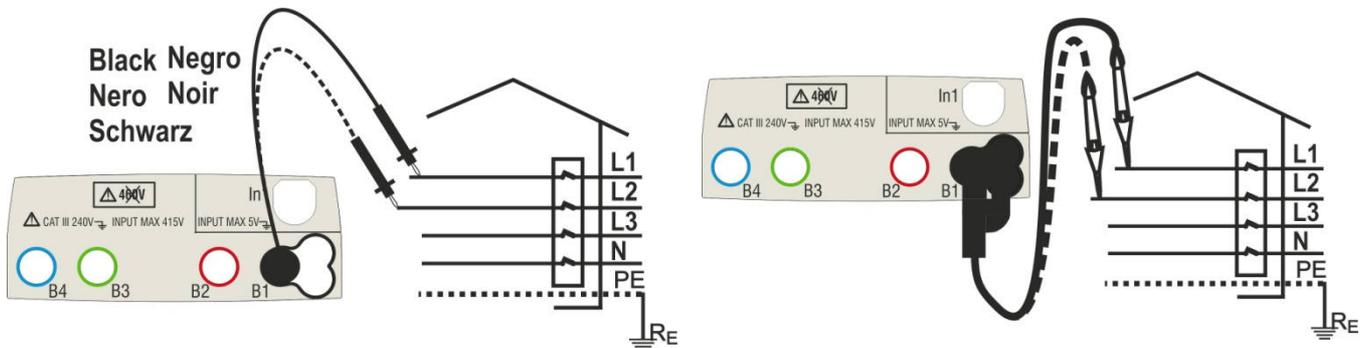
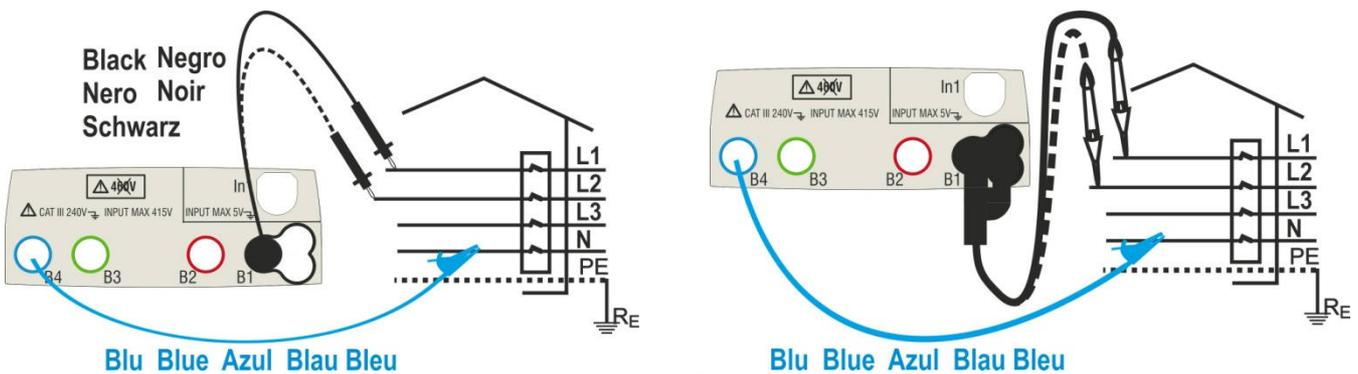

Abb. 21: Geräteanschluss zur Messung der Drehfeldrichtung mit einem Messkabel und Tastkopf
Abb. 22: Geräteanschluss zur Messung der Drehfeldrichtung mit zwei Messkabeln und Tastkopf
3. Führen Sie den blauen und schwarzen Stecker der Messleitungen in die entsprechenden Eingangsbuchsen B4 und B1 des Messgerätes (2T Messung) ein. Führen Sie an den freien Kabelenden die entsprechenden Krokodilklemmen oder Messleitungen ein. Sie können auch den Tastkopf benutzen, indem Sie dessen mehrpoligen Steckverbinder in die Eingangsbuchse B1 einführen. Verbinden Sie die Krokodilklemmen, die Messkabel oder den Tastkopf mit der Phase L1 und N wie in Abb. 21 und Abb. 22.
Verbinden Sie die Krokodilklemmen, die Messkabel oder den Tastkopf mit der Phase L2 und N wie in Abb. 21 und Abb. 22.